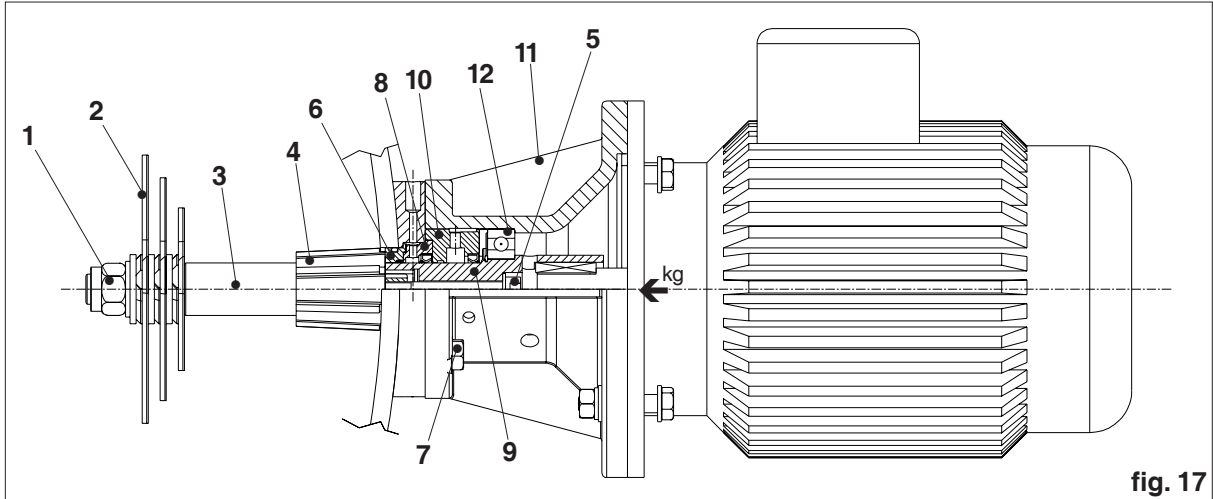

fig. 17
- Extraer el árbol agitador "9" (seguir la dirección indicada en la fig.17) hasta que salga el casquillo "10" y el cojinete "12".
- Extraia o eixo do agitador "9" (siga as direções indicadas na fig.17) até o escape da presilha "10" e do rolamento "12".
- Estrarre l'albero agitatore "9" (agire secondo la direzione indicata in fig.17) fino alla fuoriuscita della boccola "10" e del cuscinetto "12".